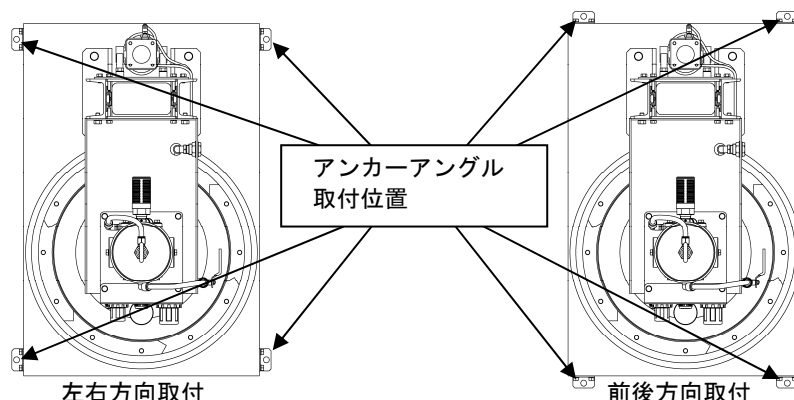

Fig. 3 アンカーアングル取付配置
- 2) 付属品のアンカー用アングルおよびボルト+波形パネ座金を用意し、リフトベース周囲に取付けてください。なお、使用環境等を考慮して前後方向または左右方向に取付け可能ですが、必ず 4 つ角方向に 1 つずつ配置してください。(Fig. 3)